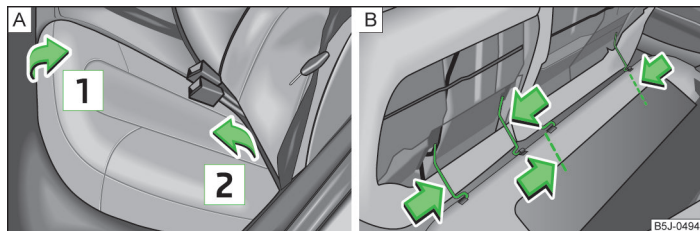

Fig. 42 Ripiegare e smontare i cuscini
- Sollevare il cuscino nel senso della freccia 1 e » fig. 42 ribaltarlo in avanti nella direzione della freccia 2.
- Premere la staffa in metallo in direzione della freccia » fig. 42-B ed estrarre il cuscino dal supporto.
- Premere la staffa in metallo in direzione della freccia » fig. 42-B e inserire il cuscino nel supporto.